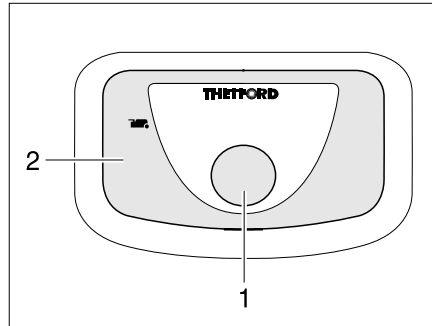

Fig. 368 Bouton pour la chasse d'eau/
- Pour actionner la chasse d'eau, appuyer sur le bouton bleu (Fig. 368,1).
Le voyant de contrôle (Fig. 368,2) s'allume lorsque la cassette Thetford doit être vidée.